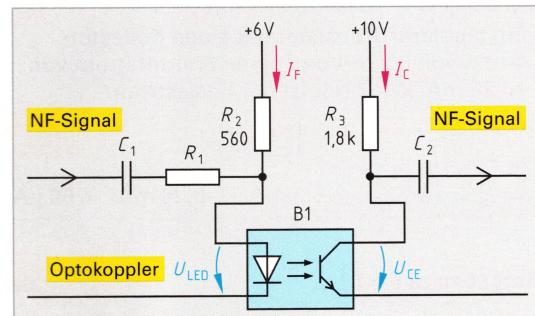

Bild 3: Übertragung eines NF-Signals mit einem Optokoppler
4. Ermitteln Sie für die Schaltung **Bild 3** zur Übertragung eines NF-Signals mit einem Optokoppler